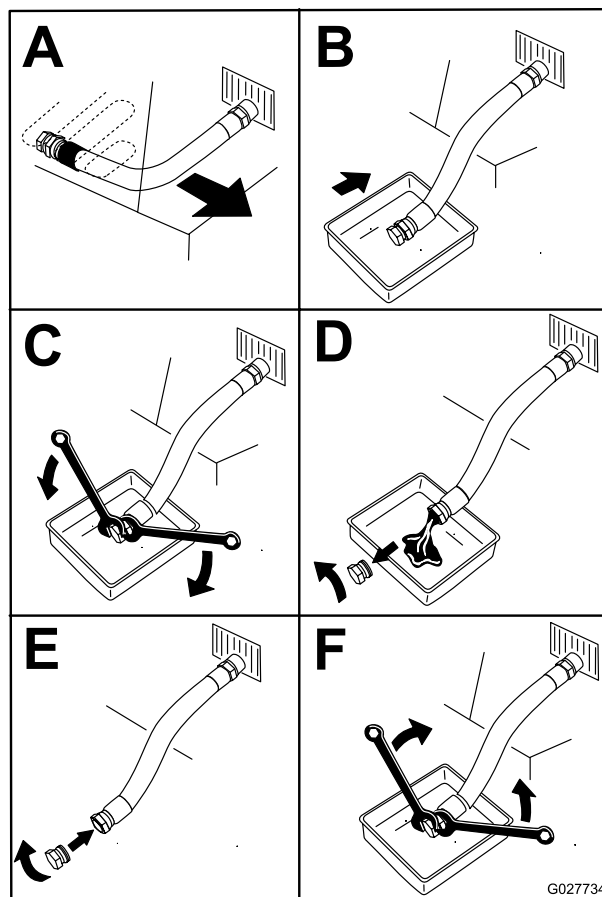

Figura 55
4. Desligue o motor, retire a chave e espere até todas as partes em movimento pararem antes de sair da posição de funcionamento (Figura 55).